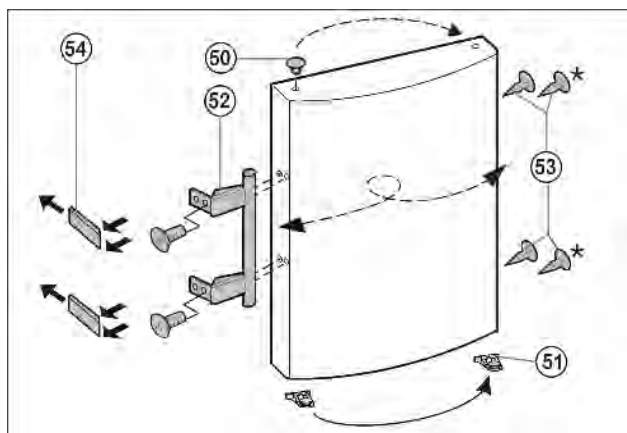

Fig. 14
- Извлеките пробки Fig. 14 (50) из опорных втулок дверцы и переставьте.
- Снимите и переставьте на противоположную сторону дверную ручку Fig. 14 (52), пробку Fig. 14 (53) и прижимные пластины Fig. 14 (54).